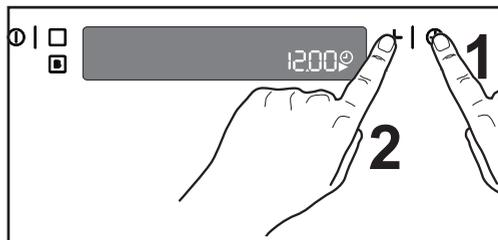

Рис. 2
1. Нажмите кнопку установки времени , пока мигает символ , установите правильное текущее время с помощью кнопки “-” или “+” (Рис. 2).